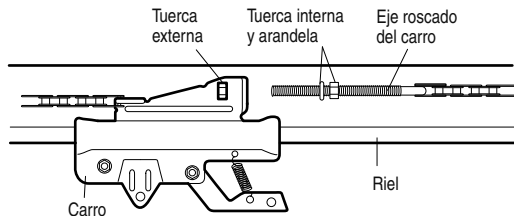

Figura 2
- Retirar del carro el eje roscado del mismo soltando la tuerca interna y la arandela de seguridad (Figura 2).